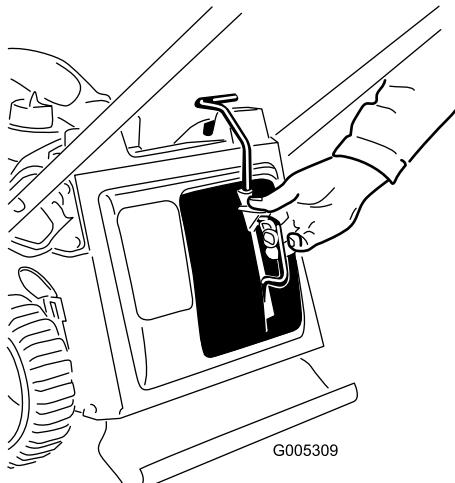

Figuur 30
- Trek de beugel van de grasvanger omhoog uit de gleuven en verwijder de grasvanger van de machine (Figuur 30).